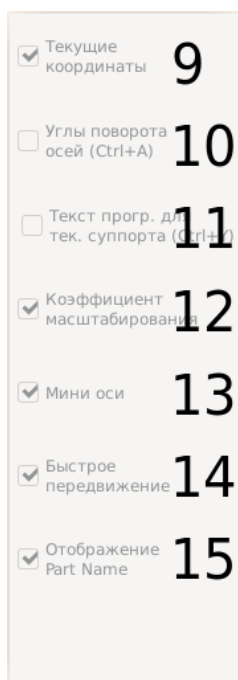

Рис. 1.3.17: Меню дополнительных настроек графики
8. Вызывает меню дополнительных настроек графики(рисунок 1.3.17).